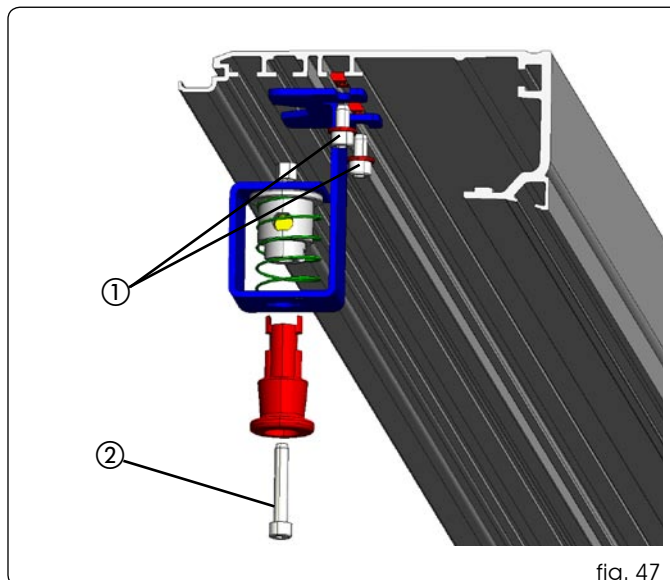

fig. 47
- Assemblare il pomello di sblocco sulla staffa laterale come indicato in fig. 47, dopo aver inserito nel profilo due piastrini (fig. 47 rif. ①)
**in presenza del pomello di sblocco, per aprire il carter occorre smontare il pomello stesso svitando la vite di fig. 47 rif. ②**